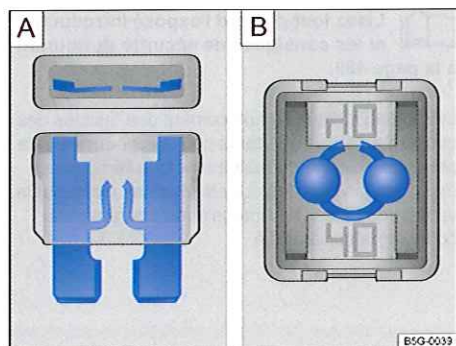

Fig. 271 Fusible grillé : **A**, fusible enfichable plat, **B** fusible-bloc
- Un *fusible enfichable plat* (ATO®, MINI®) grillé est reconnaissable à la bande de métal fondu visible par le haut et le côté du boîtier transparent → **fig. 271 A**.
- Lorsqu'un *fusible-bloc* (JCASE®) est grillé, la bande de métal fondu est visible par le haut à travers le boîtier transparent → **fig. 271 B**.